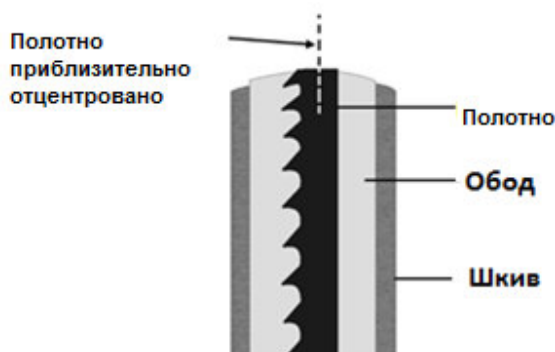

Рис. 26: Ход полотна
5. Откройте верхнюю крышку, под которой располагается верхний шкив. Вращайте шкив рукой и следите за положением полотна на шкиве через окно. Полотно должно идти по центру шкива (Рис. 26).